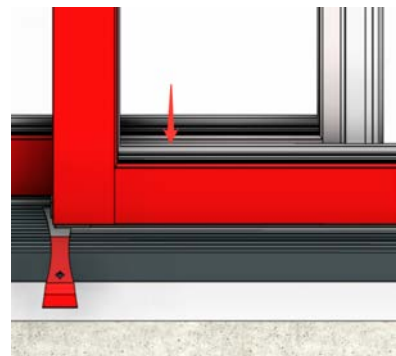

Fig P11
- El panel se asentará entonces completamente en el riel (Fig. P11). Retire la palanca de debajo del panel tirando directamente hacia afuera.